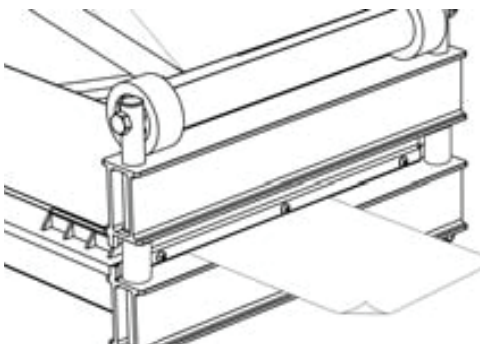

FIGURE 8
3. Corte un pedazo de papel para asegurarse que la herramienta haya sido ensamblada correctamente (Fig. 8).